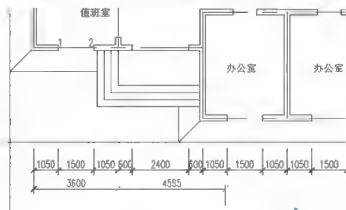

图 3.45 连续标注自动连接到刚才所标注的尺寸线上
(3) 选择菜单栏中的【标注】|【连续】命令,启动【连续】标注命令,光标自动连接到刚才用【基线】标注命令所标注的尺寸线上,如图 3.45 所示。
① 在指定第二条尺寸界线原点或[放弃(U)/选择(S)] <选择>:提示下,依次向右分别